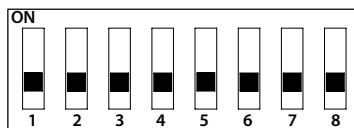

Fig. 3.f
**Configuration du commutateur Dip:** la configuration doit être effectuée avant le démarrage de l'humidificateur (position par défaut indiquée dans la figure. 3.f).